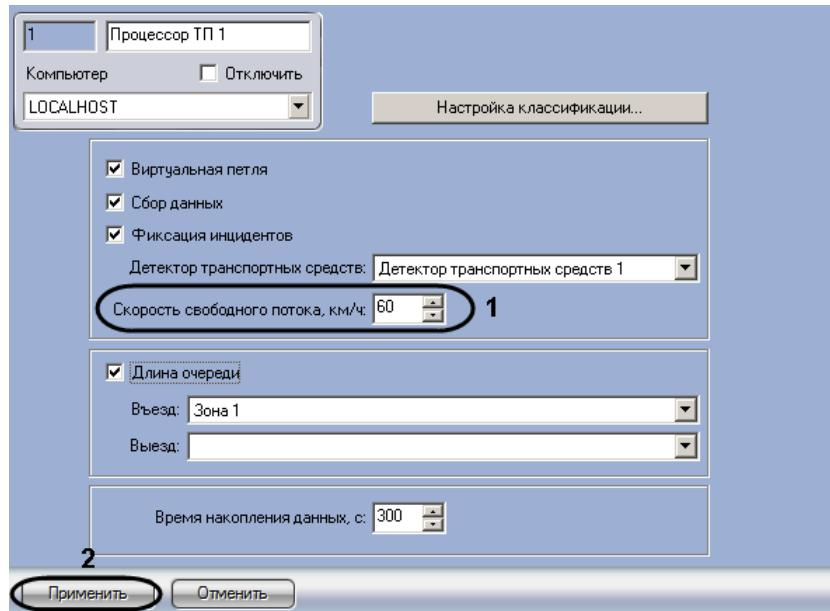

Рис. 7.7—11. Задание скорости свободного потока
- Перейти на панель настройки объекта «Процессор ТП» (см. Рис. 7.7—11)
- В поле со списком «Скорость свободного потока, км/ч» ввести скорость в километрах в час свободного транспортного потока в зоне детектирования (см. Рис. 7.7—11, 1)
- Для сохранения внесенных изменений нажать кнопку «Применить» (см. Рис. 7.7—11, 2)